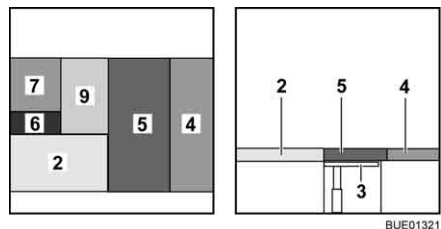

Bild 141 Efter ombyggnaden
- Fäll upp den extra dynan (Bild 141,9) och lägg den på bordet.
- Lägg sittdynan (Bild 141,5) i mitten.
- Lägg ryggdynan (Bild 141,4) mellan sittdynan och väggen.